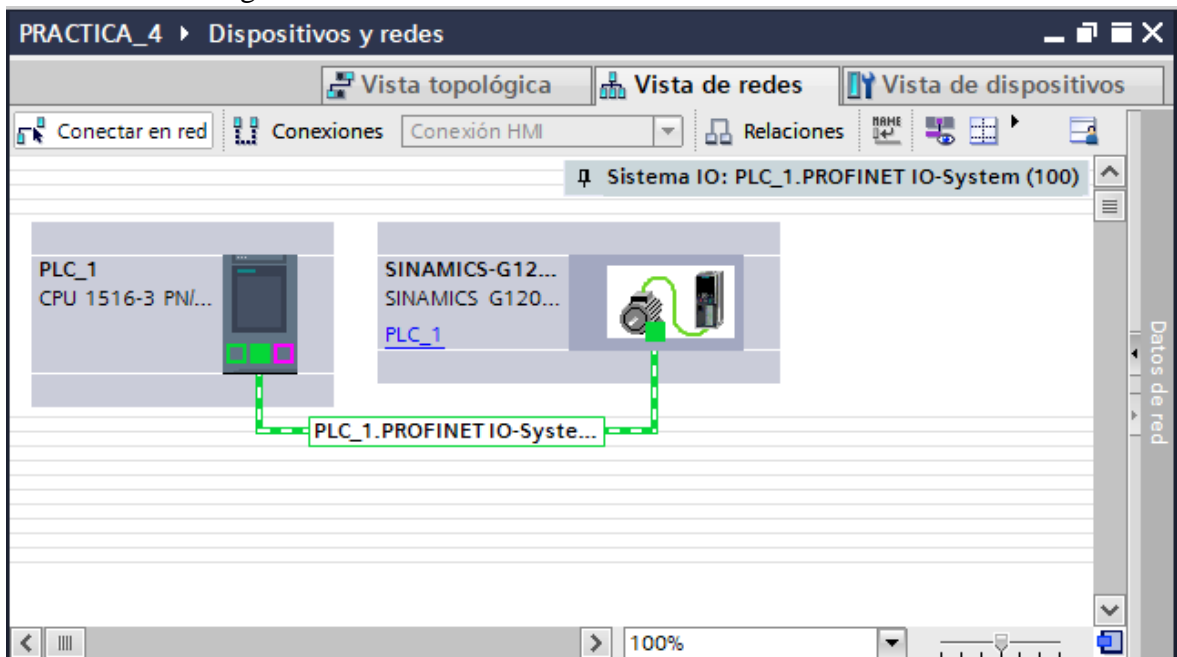

Figura 28. Conexión Profinet entre dispositivos.
- (7) Luego proceder a configurar la red Profinet para ello dar clic sobre el puerto Profinet del PLC S7-1500 y arrastrarlo hacia el puerto Profinet del Variador de frecuencia SINAMICS G120 tal y como se muestra en la Figura 28.